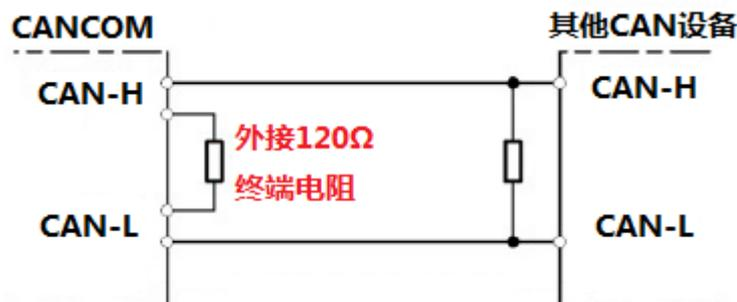

图 3.2 GCAN-201 与其他 CAN 节点设备连接
为了增强CAN通讯的可靠性，消除CAN总线终端信号反射干扰，CAN总线网络最远的两个端点通常要加入终端匹配电阻，如图3.2所示。终端匹配电阻的值由传输电缆的特性阻抗所决定。例如双绞线的特性阻抗为 $120\Omega$ ，则总线上的两个端点也应集成 $120\Omega$ 终端电阻。如果网络上其他节点使用不同的收发器，则终端电阻须另外计算。
**请注意：GCAN-201模块内部未集成 $120\Omega$ 终端电阻。如果节点数目大于2，中间节点不需要安装 $120\Omega$ 的终端电阻。需要使用时，将电阻两端分别接入CAN\_H、CAN\_L即可，如图3.2所示。**